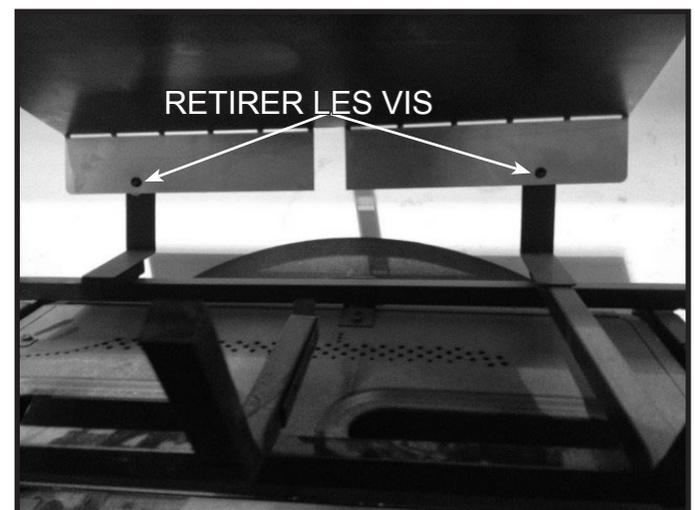

Figure 11.11 Enlever les supports d'expédition
4. Pliez légèrement le support d'expédition, exposant les deux vis retenant le support d'expédition à la grille de bûche. Retirez les vis et jetez le support d'expédition. Voir la figure 11.11.